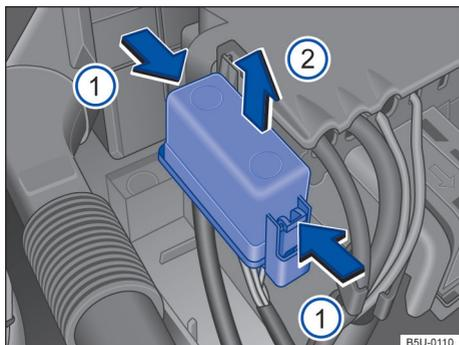

Fig. 117 No compartimento do motor: cobertura da caixa de fusíveis.
- Pressionar as travas no sentido da seta → Fig. 117 ①, para destravar a cobertura da caixa de fusíveis.
- Remover a cobertura por cima, no sentido da seta ②.
- Para a **instalação**, colocar a cobertura sobre a caixa de fusíveis. Pressionar a cobertura para baixo, no sentido contrário da seta ②, até que trave de forma audível.